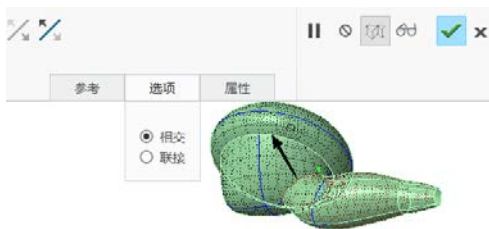

图 13-143 相交合并设置
- 3 确保图 13-143 所示的相交合并设置，然后单击“完成”按钮.